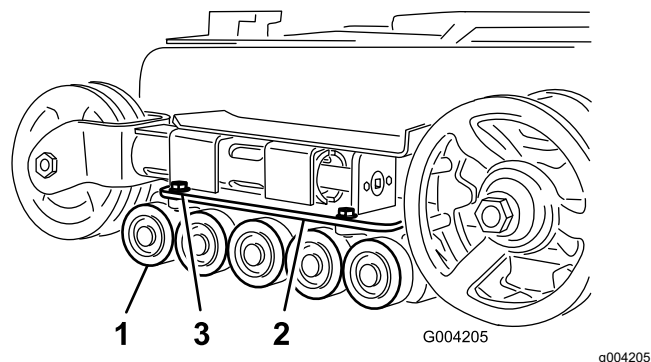

Bild 48
2. Nehmen Sie die vier Schrauben ab, mit denen die untere Kettenführung (die die Straßenräder enthält) befestigt ist, und nehmen Sie diese ab (**Bild 48**).